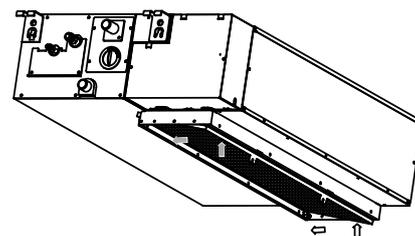

Figura 2.3
- Instale o quadro de retorno de ar, o painel de retorno de ar e o filtro (figura 2.3).